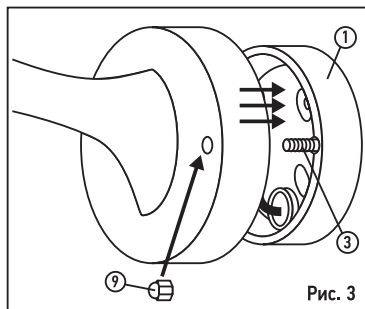

Рис. 3
- Закрепите светильник на основание светильника (1) с помощью винтов (3) и декоративной гайки (9) из монтажного комплекта, Рис. 3.